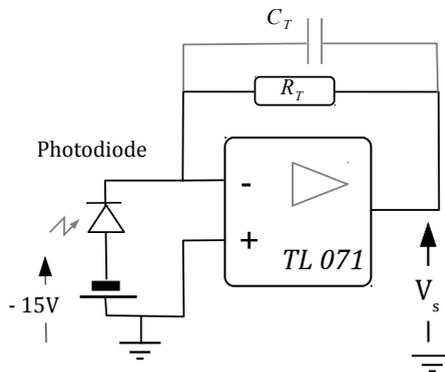

FIGURE 2.4 – Photodiode polarisée en inverse et montage transimpédance
La capacité parasite de la photodiode diminue avec la tension de polarisation inverse appliquée. Pour augmenter la bande passante du montage, il est donc possible de polariser la photodiode en inverse, selon le montage de la figure 2.4.
**M**  $\rightsquigarrow$  Modifier le montage afin de polariser la photodiode selon le schéma de la figure 2.4. **Attention au signe de la tension de polarisation!**